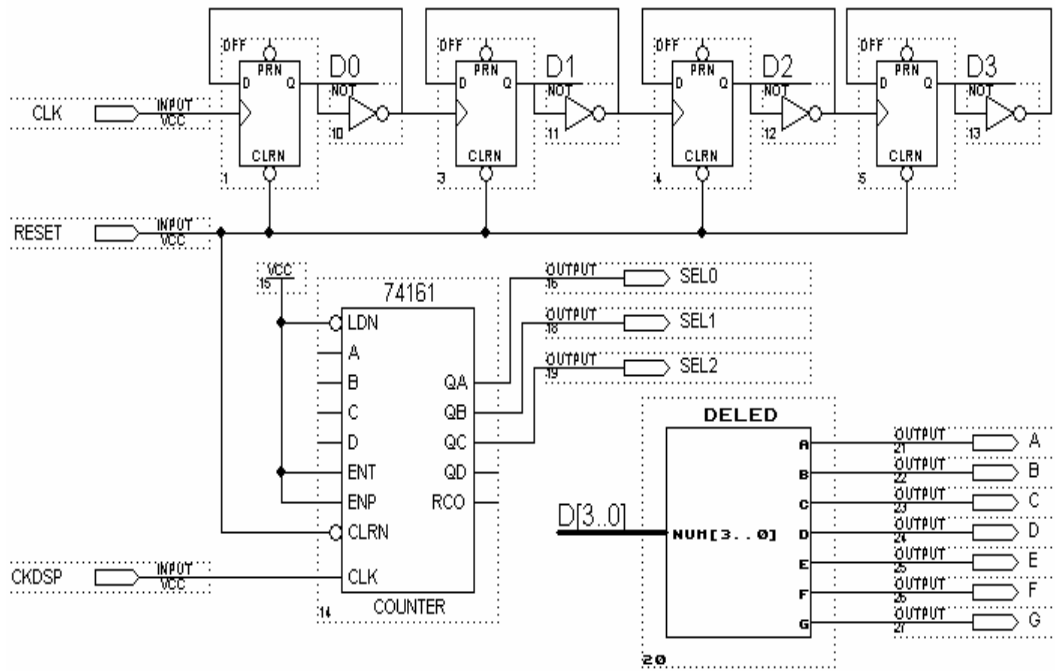

图 2—5—1
- 4、实验内容 4 的参考图 2—5—4；
- 5、实验内容 5 的参考图 2—5—5；
- 6、实验内容 6 的参考图 2—5—6；